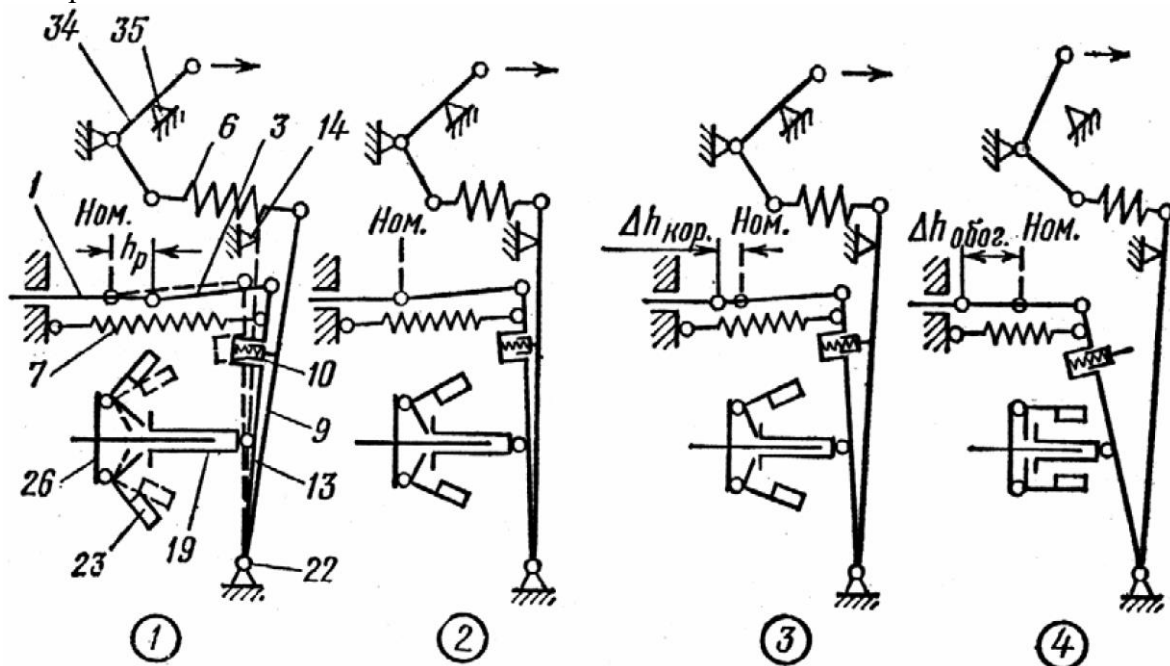

Рис. 2.17. Схема действия регулятора насоса УТН-5А при различных режимах работы двигателя:
6. По плакату или рис. 2.17 рассмотрите устройство регулятора насоса УТН-5А. На выступающем в корпус регулятора конце кулачкового вала насоса крепится ступица 26. На ней шарнирно закреплены четыре грузика 23. Внутренние рычаги грузиков упираются в муфту 19, а она - в рычаги 9 и 13 регулятора. На основной рычаг 9 воздействует пружина 6, натяжение которой может изменяться рычагом 34 управления регулятором. Этот рычаг соединен тягами с рычагом акселератора, находящимся в кабине трактора. Тракторист, изменяя положение акселератора, меняет натяжение пружины 6, чем переводит двигатель на нужный скоростной режим. Промежуточный рычаг 13 имеет корректорное устройство 10, на него же воздействует пружина 7 обогатителя.
9. Изучите работу регулятора на основных режимах работы двигателя (рис. 2.17).